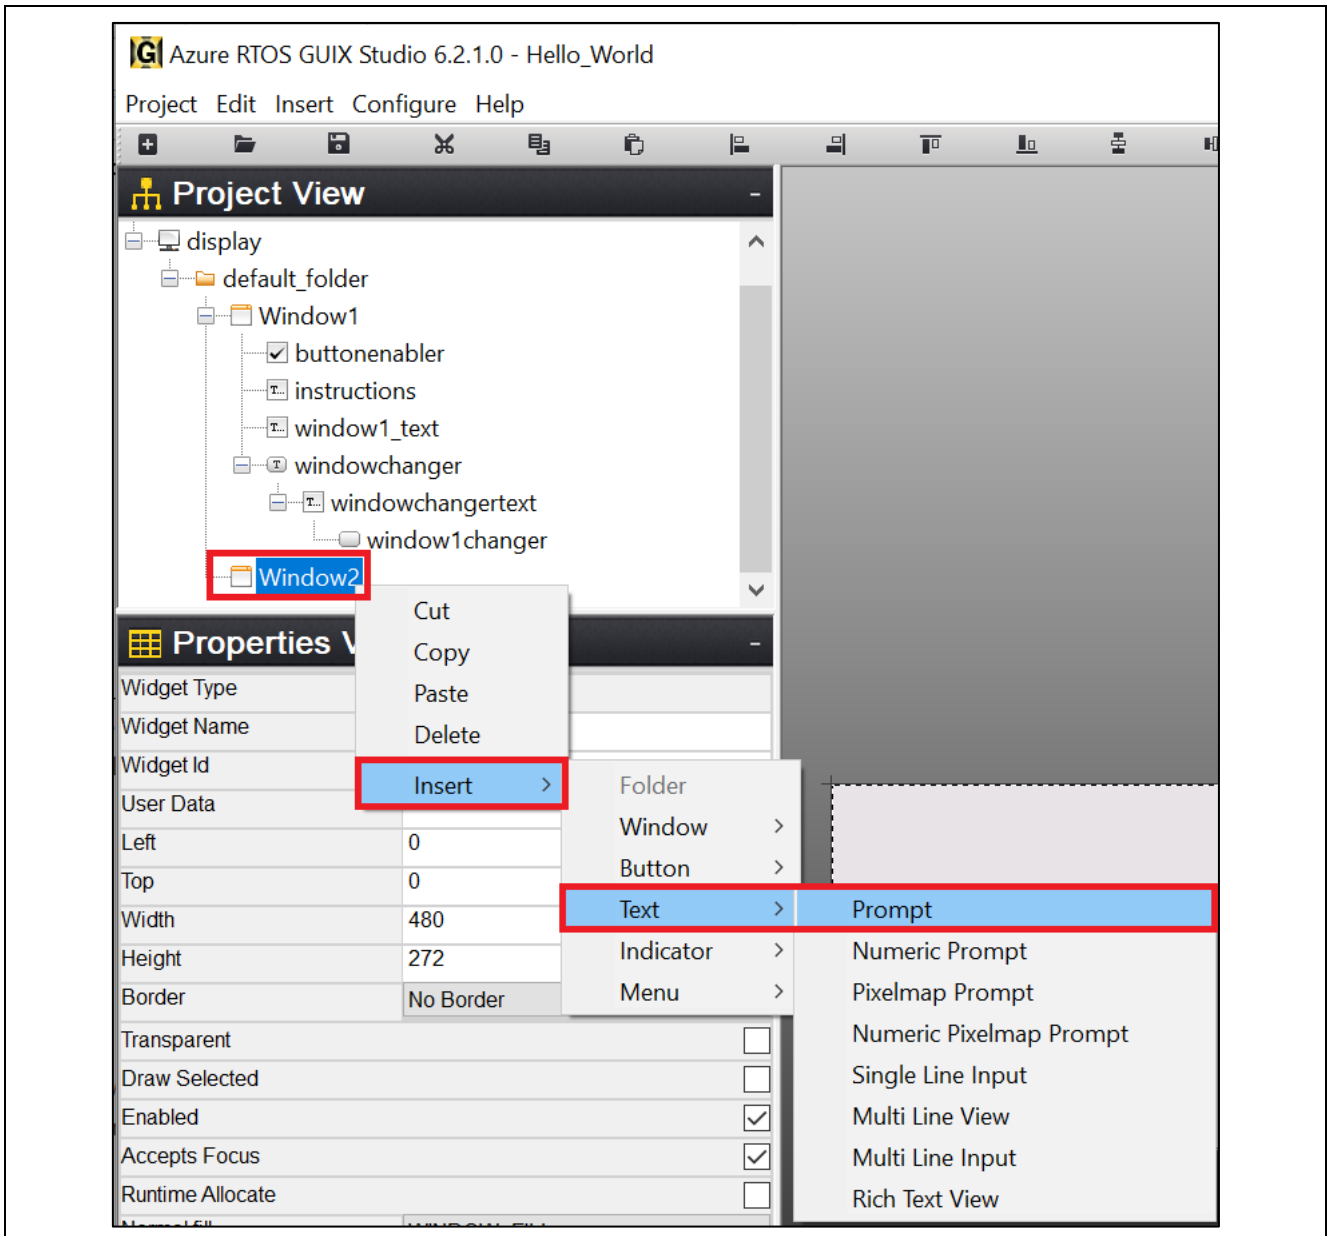

図 62. Window2 へ Prompt を挿入
25. 図 62 のように、**Window2** を右クリックし、**Prompt** を挿入します。（Insert > Text > Prompt）